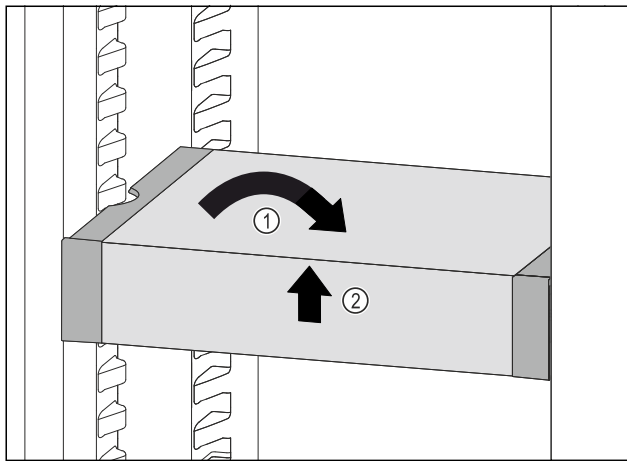

Fig. 42
- VarioSafe gerade stellen. Fig. 42 (1)
- VarioSafe vorne anheben. Fig. 42 (2)